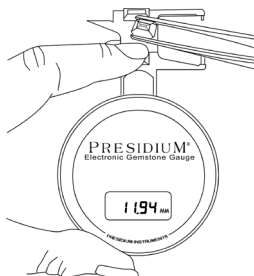

Fig. 2.2
- Quand vous mesurez des pierres non montées, tirez la coulisse (**Fig. 2.2**) et placez la pierre sur la plate-forme de la coulisse. La base de la pierre devrait être parallèle à la plate-forme pour l'empêcher de bouger.